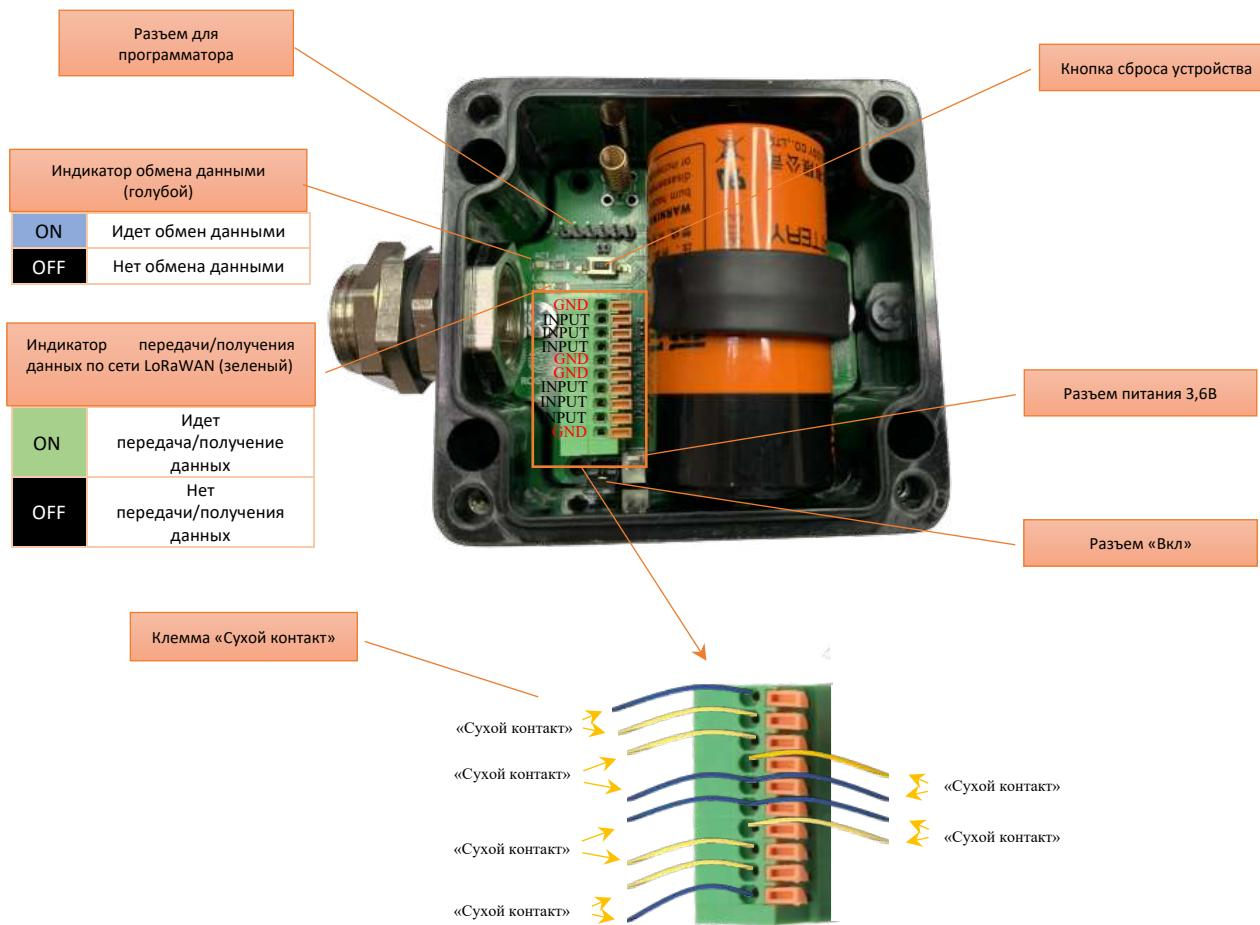

Рис.1 Описание устройства ROSSMA IIOT-AMS DRY CONTACT
- Подключить измеритель-коммутатор при помощи кабеля (с рекомендуемым сечение жилы не более 1мм) к оконечному устройству через клеммы (согласно рис. 1)